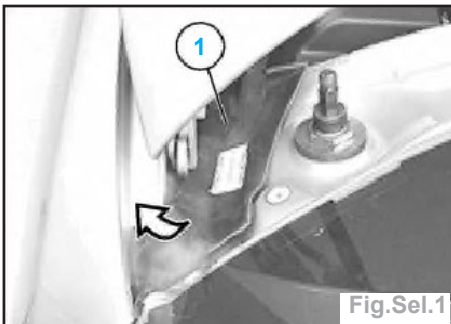

Fig.Sel.1
- Retirer l'habillage (1) sur le côté G et D (fig.Sel.1).